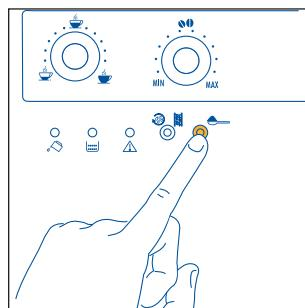

Рис. 18
- Нажмите кнопку для использования молотого кофе ☕, рис. 18. Индикатор в кнопке загорится, указывая, что функция задана, а кофемолка отключена.